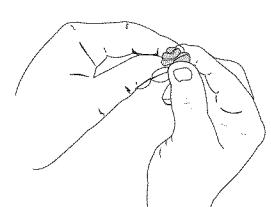

Fig. 24
5. Apriete el filtro para espesar y retirar el exceso de aceite (Fig. 24).